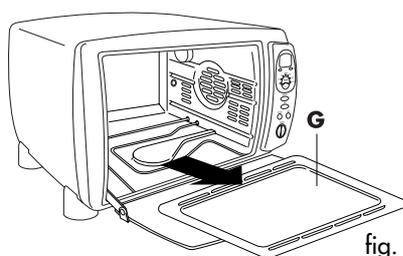

fig. 11
Retirar o tabuleiro de migalhas (G) para fora do fundo do forno (ver a fig. 11). Lavar à mão. Se for difícil eliminar a sujidade, lavar o tabuleiro com água quente e sabão e, se necessário, limpar delicadamente sem raspar.